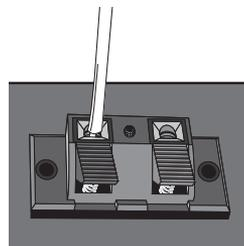

Figure 13
- 4. Relâcher le bouton presseur pour fixer le fil dans la borne (figure 13).**
Release toggle to secure wire in connector (figure 13).